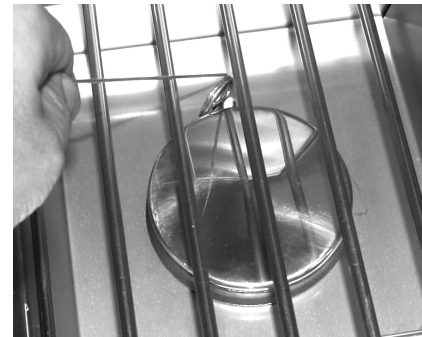

Fig. 30-2 - Éclairage manuel
2. Insérez soit un brûlant long baril briquet au butane, un match à longue tige de brûlure, ou une allumette en feu détenues par un titulaire d'extension de fil À travers les grilles de cuisson du brûleur (Fig. 30-2). Tenez la flamme contre le bord du brûleur.
4. Si le brûleur ne se allume pas dans les cinq (5) secondes de tourner le bouton de commande, **appuyez immédiatement sur le bouton et tournez la valve sur OFF**. Attendez cinq (5) minutes avant de répéter les étapes 2 à 4 des instructions du manuel d'éclairage.